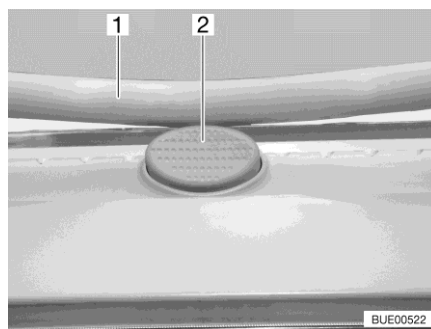

Fig. 107 Botón de seguridad (claraboya Heki)
- Pulsar el botón de seguridad (Fig. 107,2) y tirar el estribo (Fig. 107,1) hacia abajo con ambas manos.
- Presionar el estribo hacia arriba con ambas manos hasta que el estribo se encuentre encima del botón de seguridad (Fig. 107,2).